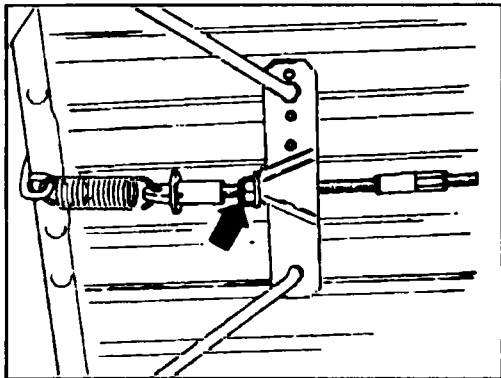

Рис. 9.1 Гайка (см. по стрелке) регулировки длины тяги стояночного тормоза
Стояночный тормоз регулируется под автомобилем у уравнительного рычага стояночного тормоза в месте, показанном на рис. 9.1. Во время нормальной эксплуатации нет необходимости регулировки стояночного тормоза, так как он регулируется автоматически в результате работы основной тормозной системы. Но при необходимости замены тяги кулисы стояночного тормоза, либо тормозного щита, необходимо снять тормозной барабан и выполнить следующие операции.
- ◆ Попросите помощника завернуть гайку, показанную стрелкой на рис. 9.1, после ослабления контргайки. При этом надо следить за распирающим рычагом у тормозного щита.